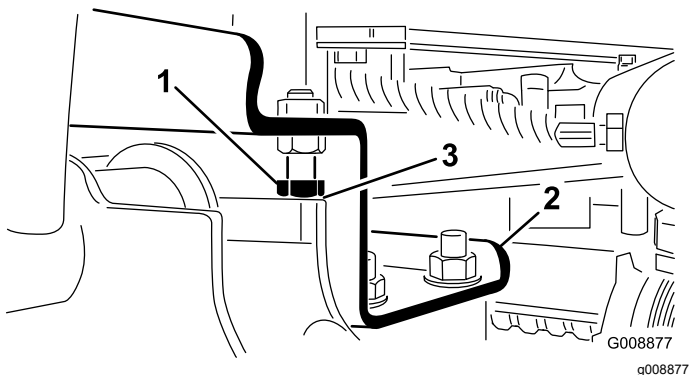

Figura 12
- A. Afloje los pernos de tope (Figura 12).
2. Compruebe que la holgura entre cada brazo de elevación y el perno de tope es de 0,13 a 1,02 mm (Figura 12). Si la holgura no está en este intervalo, ajuste los pernos de tope para obtener la holgura necesaria.